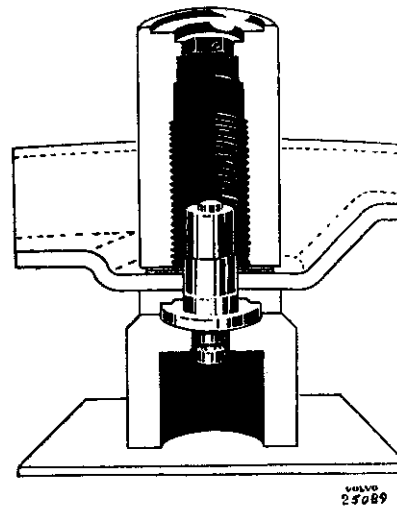

Abb. 23 Scheiben einbauen
2. Unterleghülse umdrehen und neuen Bolzen über die Buchse stellen. Einstellnocken (4), Bremsbackenhalter (1), Scheibe (3) und die innen eingekerbte Federscheibe (2) über den Bolzen stecken und mit Hilfe des Preßwerkzeuges aufpressen, siehe Abb. 23.